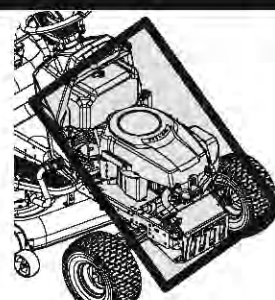

Figura 32
- Limpie debajo del capó, incluyendo el colector de escape, alrededor de los fusibles, todo el cableado y mazos de cables, tubo del silenciador, protector del silenciador, filtros de admisión del motor y aletas de refrigeración, etc. Consulte la Figura 32.